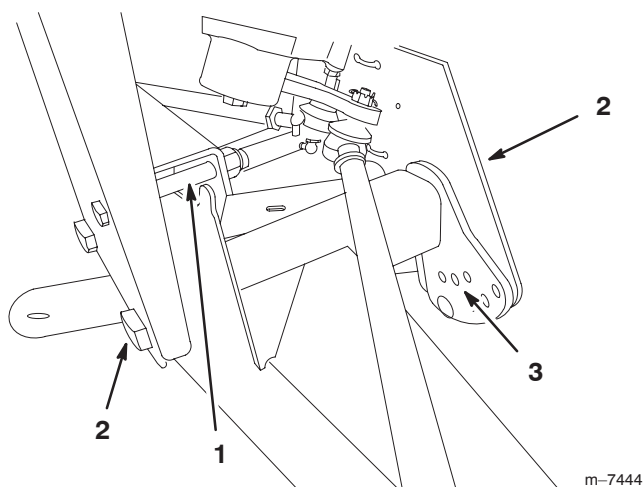

Bild 32
2. Entfernen Sie die Anschlagsschraube (Bild 32).
3. Lockern Sie die Zentrierschrauben im vorderen A-Arm (Bild 32).
4. Entfernen Sie die Fahrhöhe-Einstellschraube (Bild 32).
5. Drehen Sie den vorderen A-Arm in die gewünschte Stellung (siehe die nachstehenden Hinweise) und schrauben die Fahrhöhe-Einstellschraube wieder ein (Bild 32).
7. Setzen Sie die Anschlagsschraube (Bild 32) wieder ein.